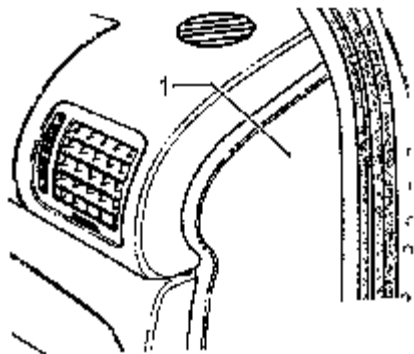

图 13-5 拆卸盖板
(2) 拆卸驾驶员侧和副驾驶员侧的出风口方法是一样的，只是换了一个侧面，如图 13-5 所示，仪表板侧面的盖板 1 用适当的螺丝刀撬开后取出。